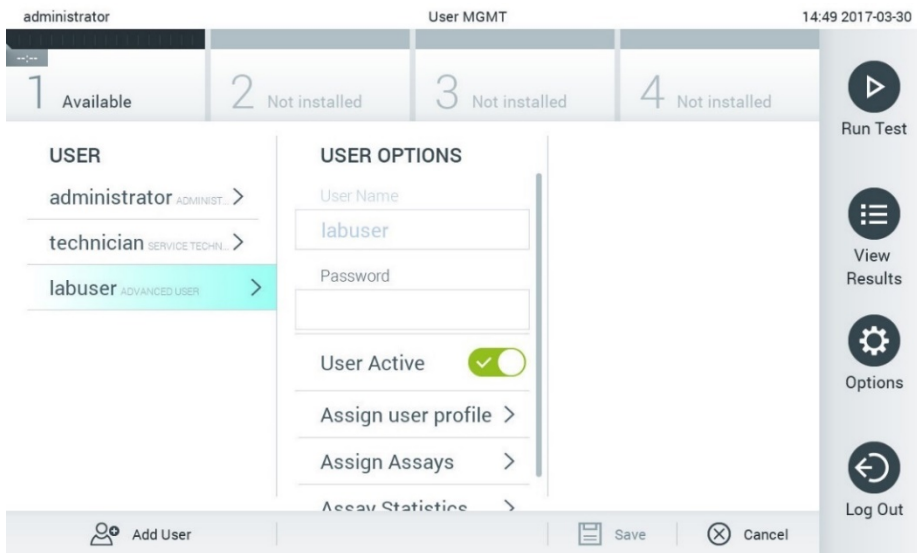

Рис. 60. Вибір користувачів і керування ними.
2. Виберіть користувача для керування зі списку в лівому стовпці області вмісту (рис. 60).